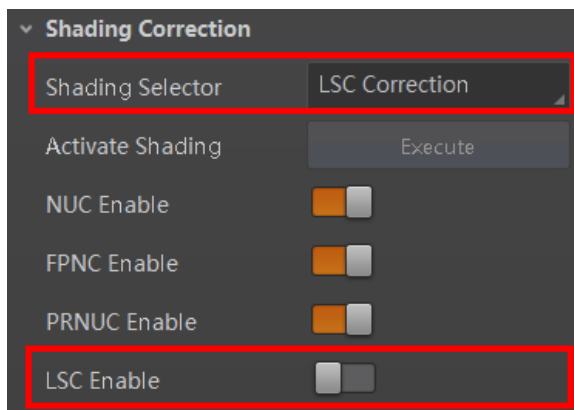

图7-39 自动校正图像
1. *Shading Selector* 参数选择 *LSC Correction*，如图 7-39 所示。